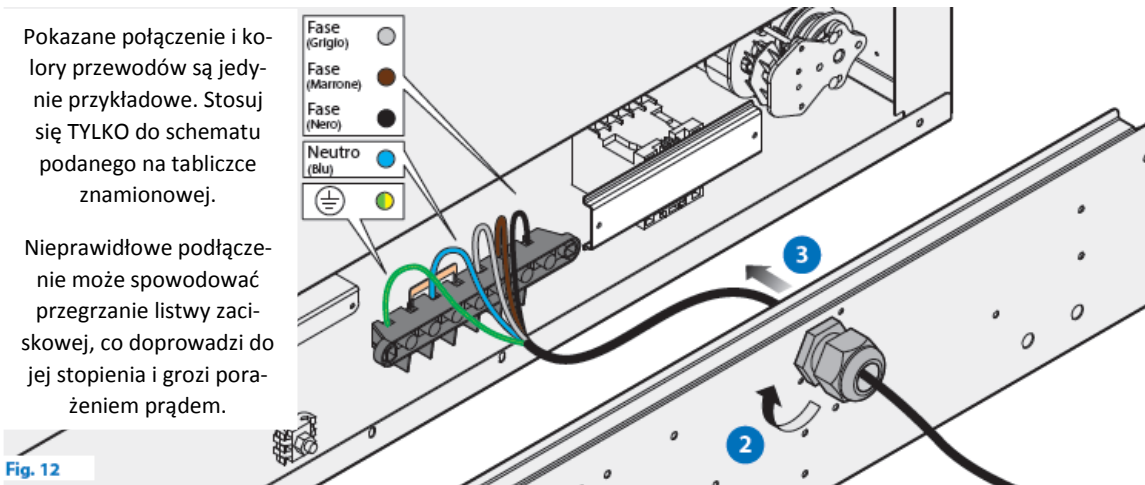

Fig. 12
2. Poluzuj przepust kablony i przeprowadź przez niego kabel zasilający (rys. 12). Tabliczka znamionowa zawsze wskazuje rodzaj zastosowanego kabla i jego przekrój (np. Kabel: 3x25 mm² H07RN-F) (Rys. 13A).